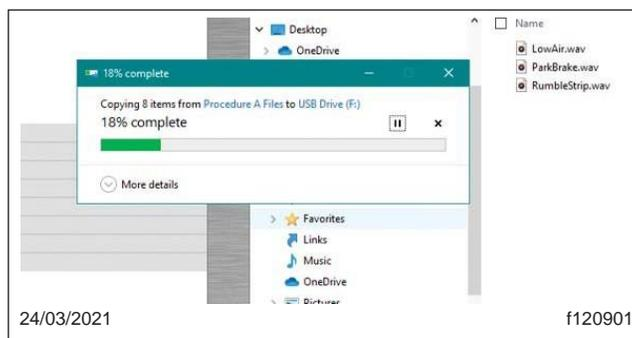

Fig. 11, Collage de fichiers dans le lecteur flash
13. Accédez au lecteur noté à l'étape 3 pour le lecteur flash, puis faites un clic droit sur un espace vide dans le lecteur et sélectionnez coller. Voir Fig. 11 .